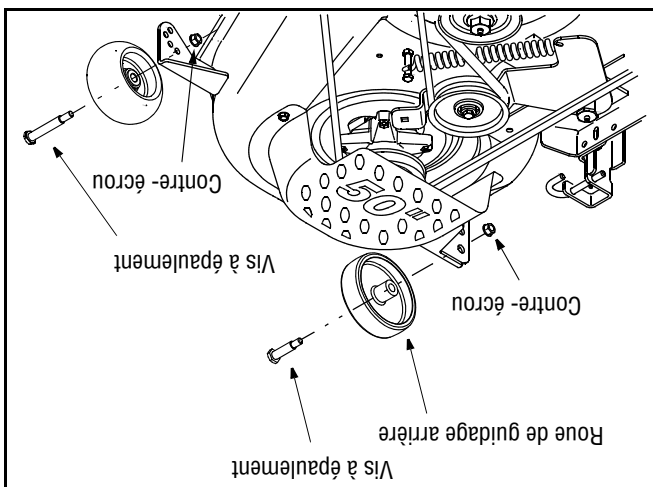

Figure 14
- Placer le tracteur sur une surface ferme et plane, de préférence goudronnée. Consultez la Figure 14 et procédez comme suit :